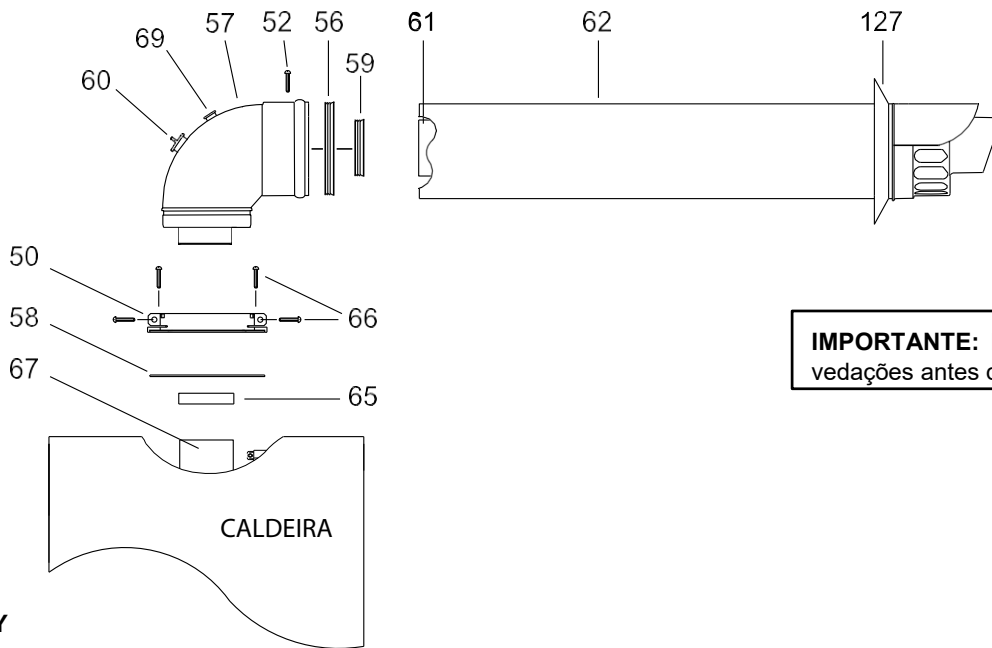

Fig.17
Importante: Verifique se o diâmetro interno de 60 mm da curva está totalmente inserido no trocador de calor e se a vedação de borracha está corretamente encaixada. (Fig. 17, item 65)
Importante: Verifique se o diâmetro interno de 60mm da curva está totalmente inserido no permutador de calor e se o vedante de borracha está corretamente encaixado. (Fig. 17, item 65)